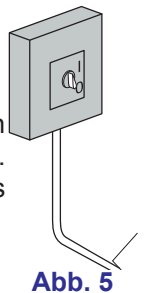

Abb. 5
- Maschine mit dem Hauptschalter an der Wand ausschalten (siehe Abb. 5).